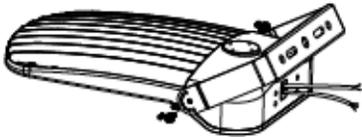

Figure 15
1. Fixer la monture à étrier sur le luminaire en serrant les deux grandes vis (figure 15).